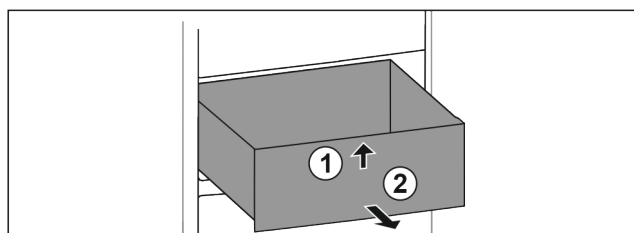

Fig. 63
- ▶ Løft skuffen fremefter. Fig. 63 (1)
- ▶ Tag skuffen ud fremefter. Fig. 63 (2)